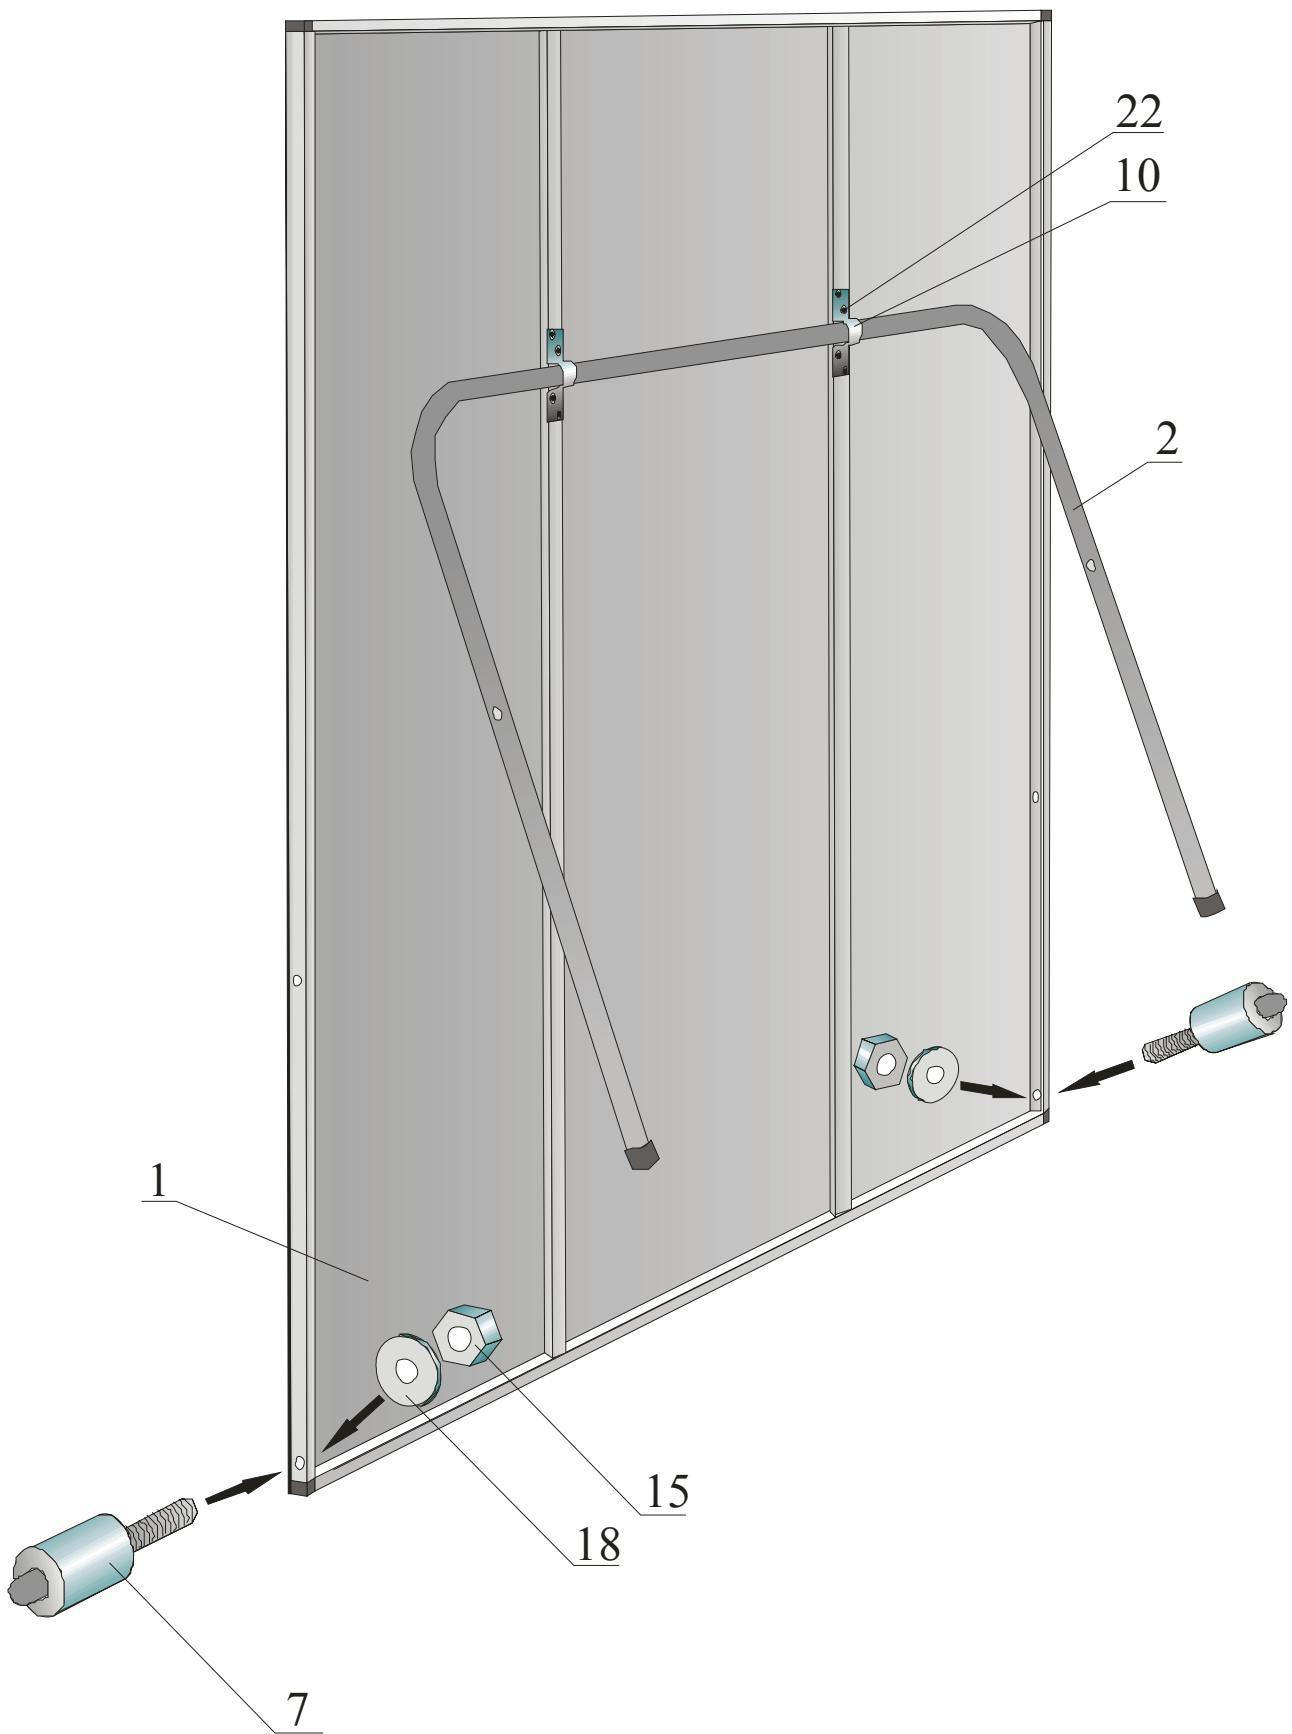
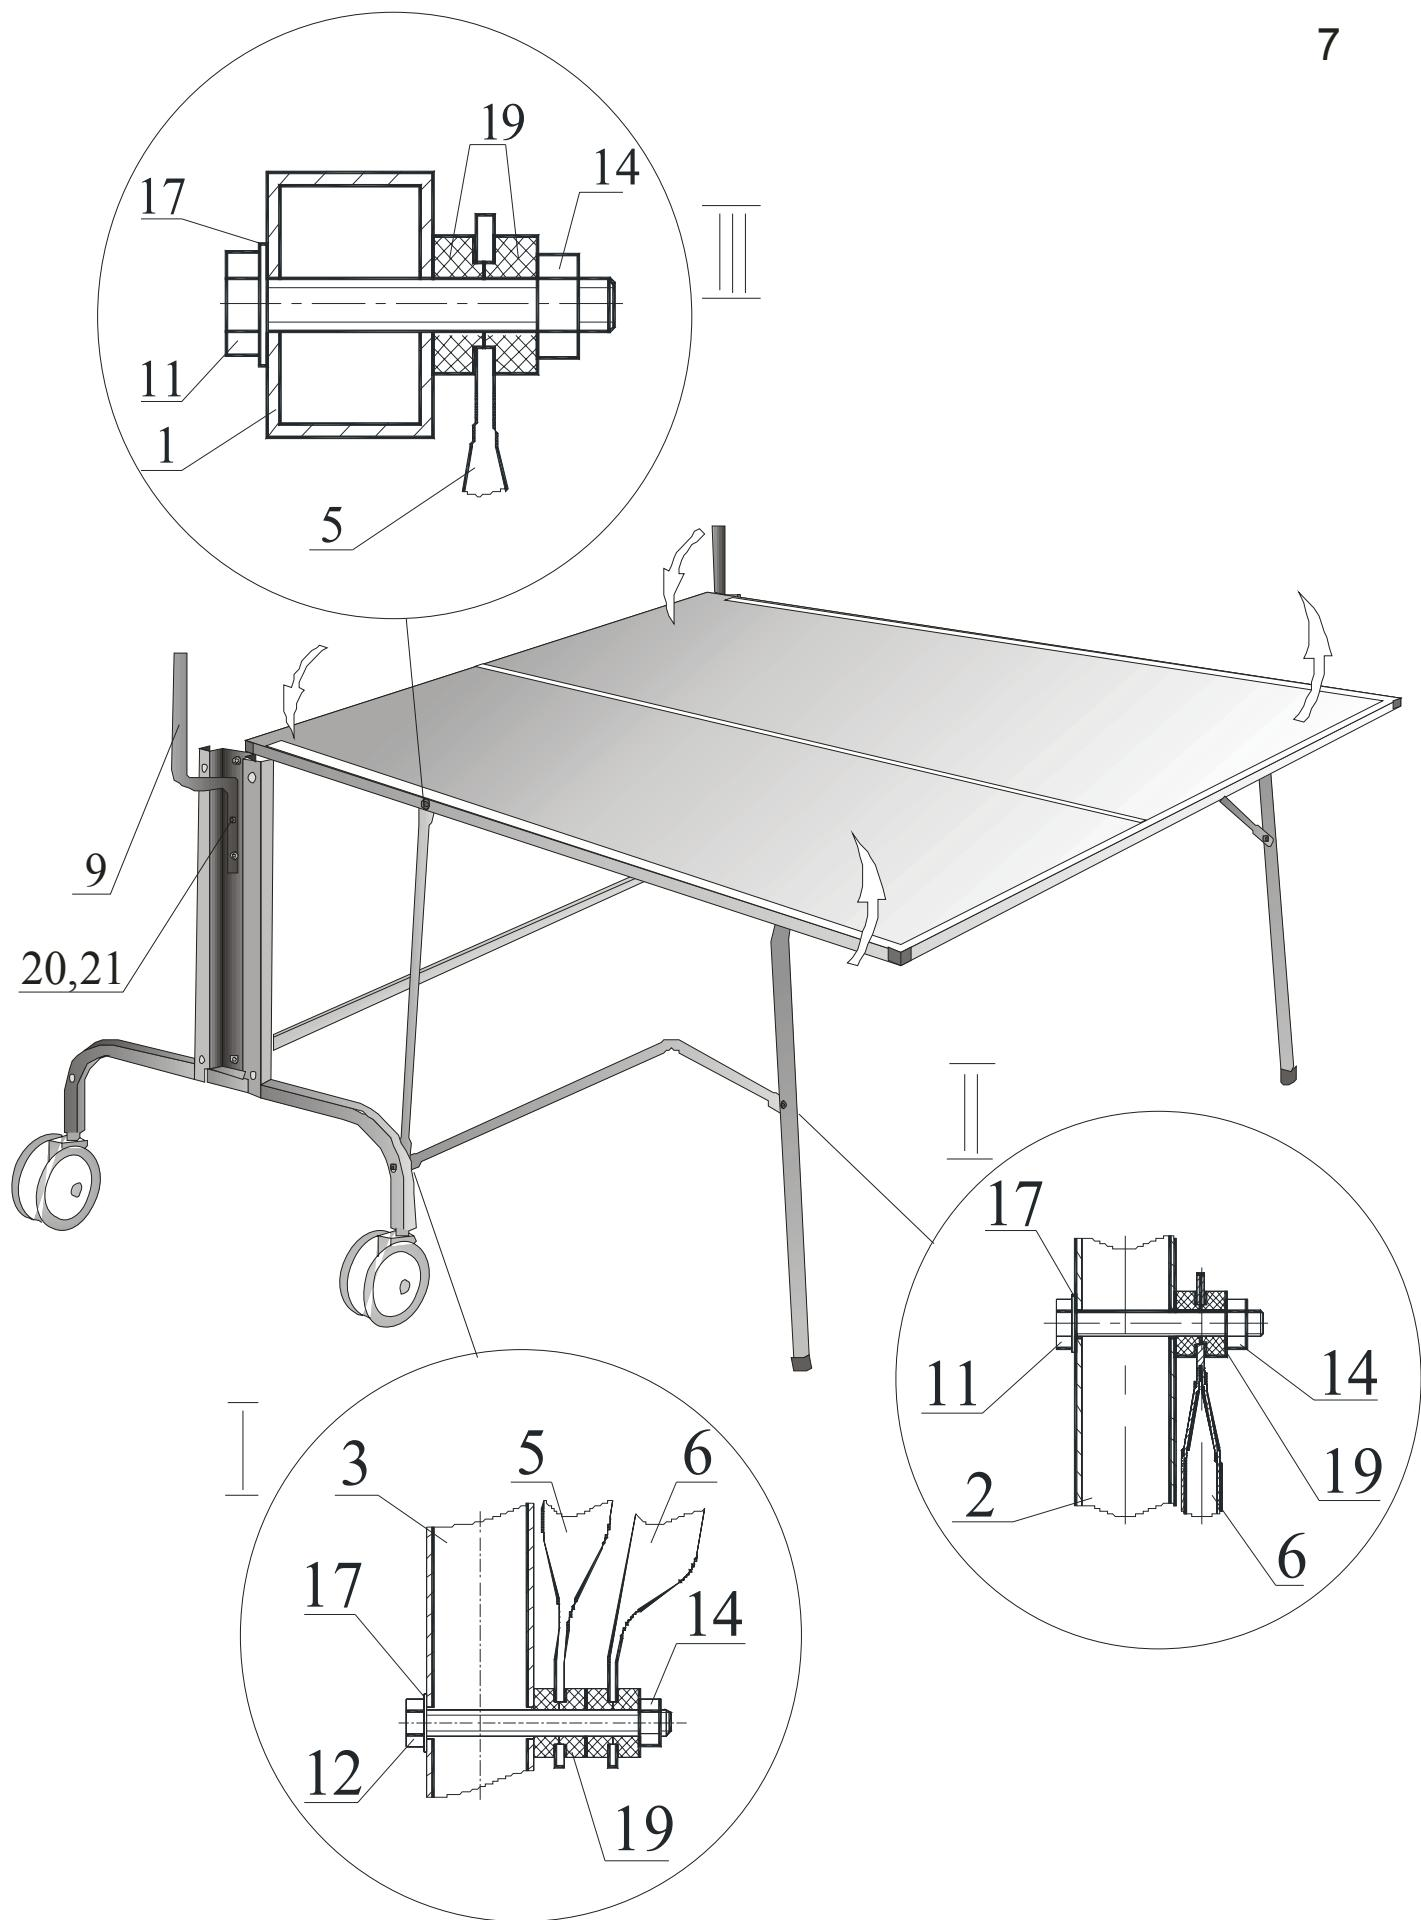

Рис.2
Рис.3
- скрепить стяжками (4) опоры подвижные (3) между собой (узел I)
- прикрепить колеса (8) к опорам (3) (узел II)
5.3 Собрать столешницы (**рисунок 2**):
- прикрепить скобами (10) опору неподвижную (2) к перемычкам рамы столешницы по намеченным отверстиям шурупами (22), расположив опору симметрично оси столешницы
- прикрепить кнопки-фиксаторы (7) к раме столешницы (1) гайками (15) с шайбами (18)
5.4 Окончательная сборка (**рисунок 3**):
- прикрепить кронштейны для сетки (9) по имеющимся отверстиям винтом (20) и гайкой (21), расположив ее по лицевой стороне опоры
- прикрепить тяги прямые (5) к опоре подвижной (узел I) и к раме столешницы (узел III) с двух сторон
- прикрепить тягу изогнутую (6) к опоре подвижной (узел I) и к опоре неподвижной (узел II) с двух сторон